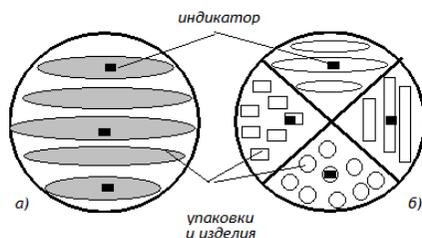

Рис.2 - Схема расположения индикаторов в стерилизационной коробке при видовой и целенаправленной закладках (а), при секторальной закладке изделий (б).
- между складками или слоями изделий из паронепроницаемых материалов (полимерные плёнки, клеёнка). В индивидуальную упаковку с трудно стерилизуемыми изделиями (одноразовые упаковочные пакеты и свёртки) помещают не менее одного индикатора. В стерилизационную коробку (бикс) при видовой и целенаправленной закладке с трудно стерилизуемыми изделиями помещают не менее трёх индикаторов: один в середину изделия в центре стерилизационной коробки и два в середину изделий, находящихся у стенок (рис.2, а). При секторальной закладке изделий (рис. 2, б) в каждый сектор помещают не менее одного индикатора в середину трудно стерилизуемого изделия.